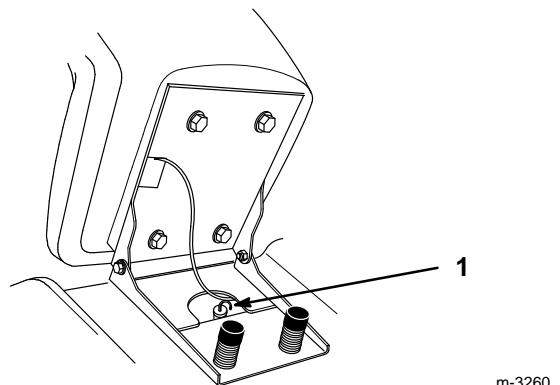

Abbildung 45
- Den Bereich um den Transmissions-Peilstab herum reinigen (Abb. 45), damit kein Schmutz in die Einfüllöffnung fallen und die Hinterachse und Kardanwelle beschädigen kann.
- Den Transmissions-Peilstab herausziehen und das Metallende sauber wischen (Abb. 45).
6. Langsam die angegebene Nachfüllmenge Öl in das Einfüllrohr gießen (Abb. 45).